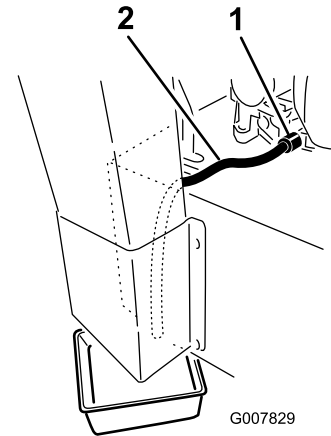

Bild 35
5. Stellen Sie eine Auffangwanne unter den Ablassschlauch. Drehen Sie das Ölablassventil, damit das Öl ablaufen kann (Bild 35).